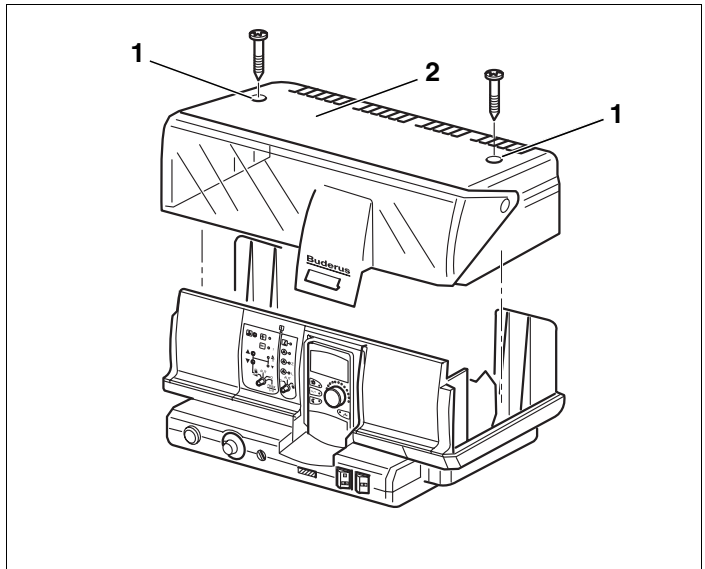

Bild 14 Abdeckungen entfernen
(→ Bild 14, [1]).
- Klemmenabdeckhaube (→ Bild 14, [2]) abheben.